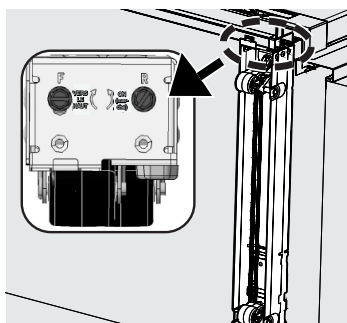

Fig. 4
- b. À l'aide d'un boulon 5H et d'une perceuse électrique, fixez le bas de l'assemblage du niveleur avec un tourne-écrou hexagonal de $\frac{7}{8}$ po dans le trou qui chevauche le trou de la vis (Fig. 4).